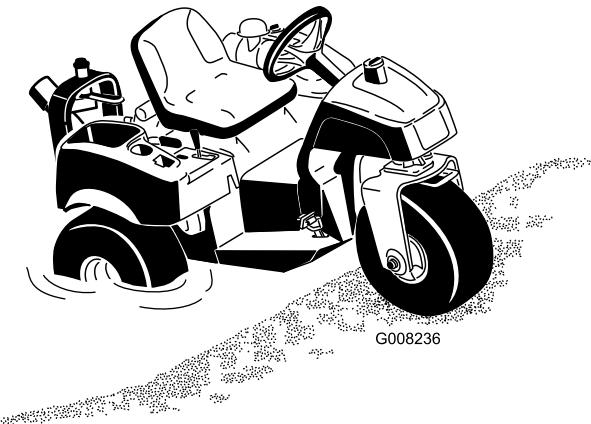

図 11
1. サンドプロを始動して、バックでゆっくりとバンカーの一一番浅い部分に乗り入れる。サンドプロのホイールハブの高さ図 11より深いところには乗り入れないこと。